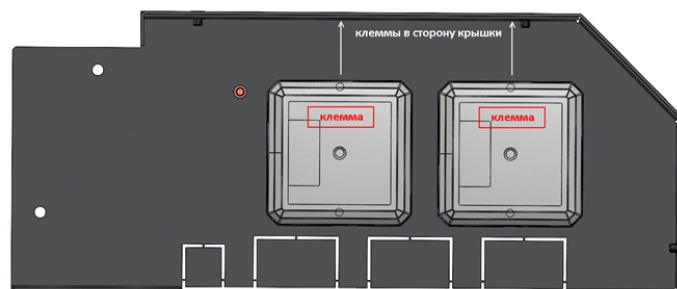

Рисунок 2
2.1 Кожух поставляется в собранном виде. В исполнении 02 для приборов Sonar SPM-XXXXXX-AW, ИЗ установлены на боковую стенку кожуха при помощи шайб и гаек М4 (рисунок 2).